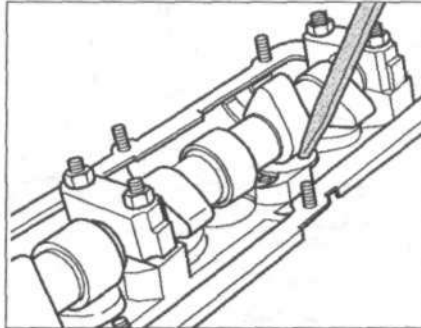

Рис. 5.28. Проверка гидрокомпенсатора.
- прижмите гидрокомпенсатор с помощью деревянного или пластикового клина (рис. 5.28). Если при нажатом гидрокомпенсаторе зазор между ним и кулачком больше 0.20 мм, его необходимо заменить.